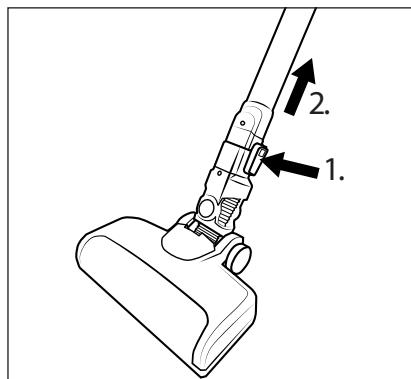

Fig. 12
- ◆ Per rimuovere la spazzola per pavimenti 21 dal tubo di aspirazione 23, tenere premuto il tasto di sblocco della spazzola per pavimenti 22 e sfilare il tubo di aspirazione 23 dalla spazzola per pavimenti 21 (vedere fig. 12).